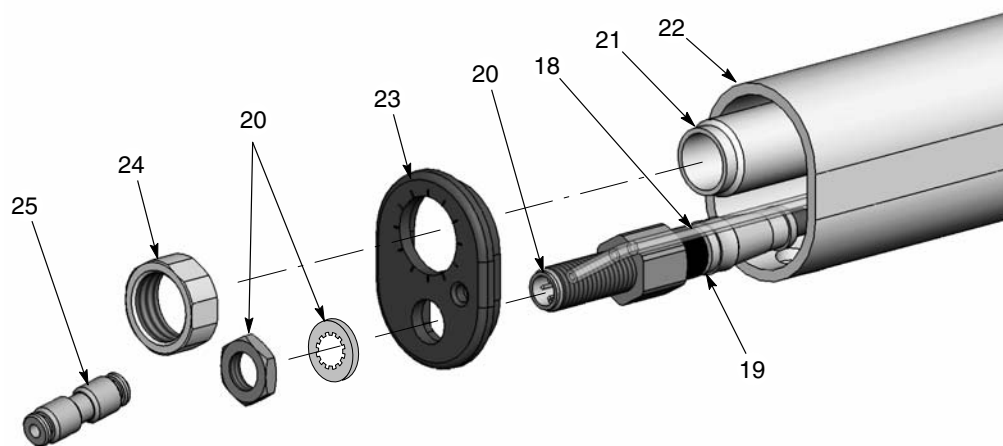
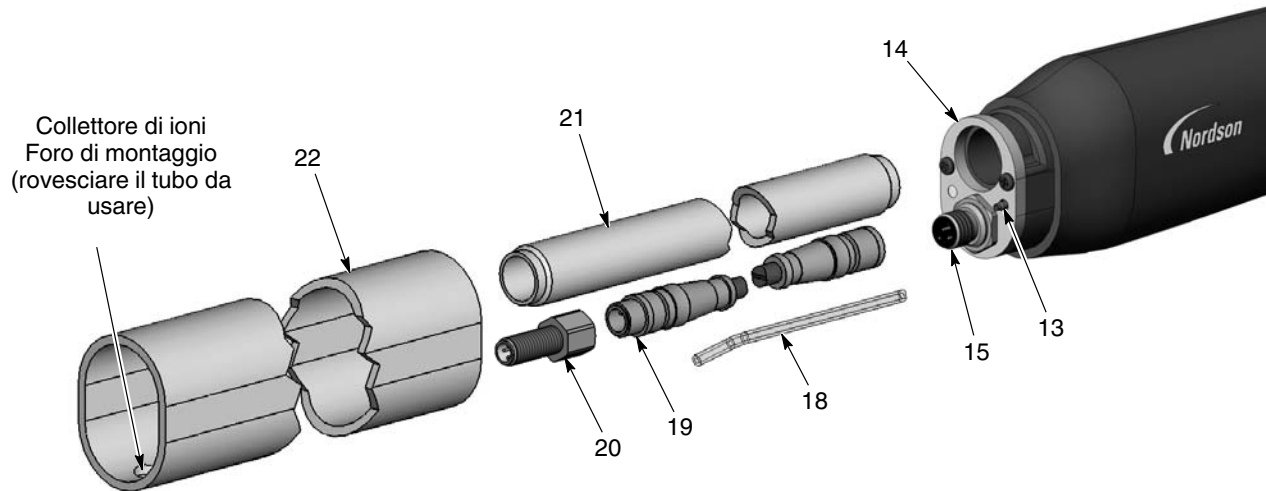
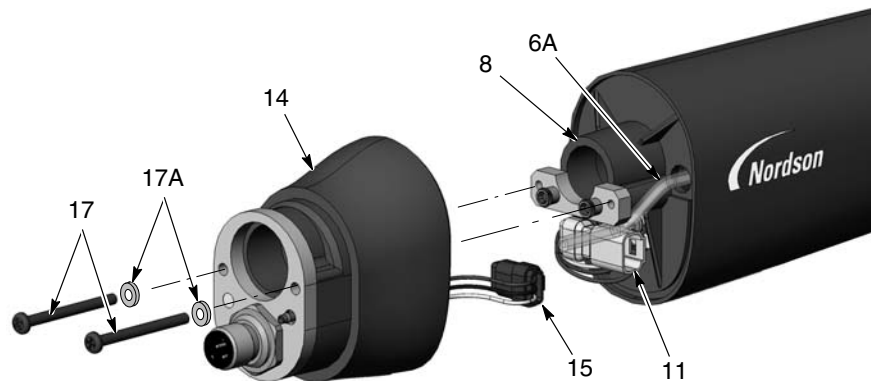
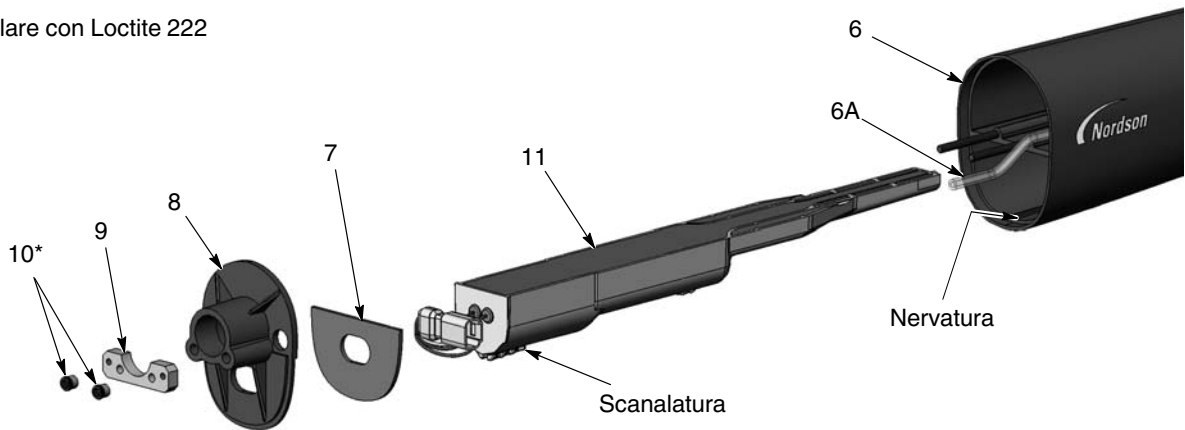

Figura 17 Smontaggio della pistola con montaggio su tubo 1 di 5
Figura 18 Smontaggio della pistola con montaggio su tubo 2 di 5
Figura 19 Smontaggio della pistola con montaggio su tubo 3 di 5
Figura 20 Smontaggio della pistola con montaggio su tubo 4 di 5
2. Vedi figura 17. Scollegare il bocchettone (25) dalla tubatura trasparente dell'aria da 4 mm (18).
3. Scollegare il cavo della pistola (non illustrato) dalla presa del cavo (20).
4. Svitare il dado del tubo di bloccaggio (24) dal tubo di bloccaggio (21).
5. Rimuovere il dado e la rondella di sicurezza dalla presa del cavo (20). Mettere da parte dado e rondella di sicurezza per riutilizzarli.
6. Tirare via il cappuccio (23) dall'estremità della pistola.
7. Vedi figura 18. Estrarre il tubo di montaggio (22) dal gruppo del corpo posteriore (14) e farlo passare sopra il tubo di bloccaggio (21).
9. Scollegare il cavo di prolunga (19) dal cablaggio della presa (15).
10. Scollegare la tubatura trasparente da 4 mm (18) dal raccordo con bava (13).
11. Se si sta sostituendo il cavo di prolunga, rimuovere la presa del cavo (20). Altrimenti si può lasciarla collegata.
12. Vedi figura 19. Togliere le due viti a brugola (17) e le rondelle di sicurezza (17A) dal corpo pistola posteriore (14).
13. Allontanare con delicatezza il corpo pistola posteriore dalla saracinesca (8) per scollegare il cablaggio di alimentatore della tensione (11) dal cablaggio della presa (15) e la tubatura del gruppo filtro (6A) dal raccordo con bava dentro il corpo posteriore.
14. Vedi figura 20. Con una chiave esagonale da 1/8-in. rimuovere i due dadi Allen (10) e la piastra di avvvitamento (9) dalla saracinesca (8). Poi rimuovere la saracinesca dal corpo pistola (6), facendo avanzare il cablaggio dell'alimentatore di tensione attraverso la saracinesca.
1. Vedi figura 20. Installare l'alimentatore di tensione (11) nel corpo pistola (6), assicurandosi che la nervatura del corpo pistola combaci con la scanalatura sull'alimentatore di tensione. Alloggiare saldamente l'alimentatore di tensione nel corpo della pistola.
2. Far avanzare il cablaggio dell'alimentatore di tensione attraverso la saracinesca (8), poi installare la saracinesca e la piastra di avvitamento (9) sui perni del corpo pistola. Applicare adesivo frenafilietti Loctite 222 sui dadi Allen (10) e avvitarli sui perni. Stringere i dadi a 0,45 N•m (64 inch-ounces) con una chiave esagonale da $\frac{1}{8}$ -in.
3. Vedi figura 19. Collegare il cablaggio dell'alloggiamento (15) al cablaggio dell'alimentatore di tensione (11). Infilare i connettori del cablaggio (11, 15) nel gruppo del corpo posteriore nelle posizioni illustrate.
4. Collegare la tubatura del gruppo filtro (6A) al raccordo con bava all'interno del corpo posteriore. Far avanzare qualsiasi tubatura trasparente dell'aria extra nel corpo della pistola, poi installare il corpo posteriore sulla saracinesca con le viti (17) e le rondelle di sicurezza (17A).
5. Vedi figura 18. Avvitare il tubo di bloccaggio (21) nel corpo posteriore (14).
6. Collegare il cavo di prolunga (19) al cablaggio dell'alloggiamento nel gruppo del corpo posteriore.
7. Collegare la tubatura trasparente da 4 mm (18) al raccordo con bava sul gruppo del corpo posteriore.
8. Orientare il tubo di montaggio (22) come desiderato:
9. Vedi figura 17. Collegare il cavo di prolunga (19) all'alloggiamento (20) nel cappuccio all'estremità (23).
11. Installare il cappuccio all'estremità sul tubo di montaggio, facendo avanzare il tubo di bloccaggio (21) e la tubatura trasparente da 4 mm (18) attraverso il cappuccio all'estremità.
12. Fissare l'alloggiamento del cavo (20) al cappuccio dell'estremità con la rondella di sicurezza e il dado.
13. Avvitare il dado del tubo di bloccaggio (24) sul tubo di bloccaggio e stringerlo bene.
14. Installare il bocchettone (25) sulla tubatura trasparente da 4 mm.